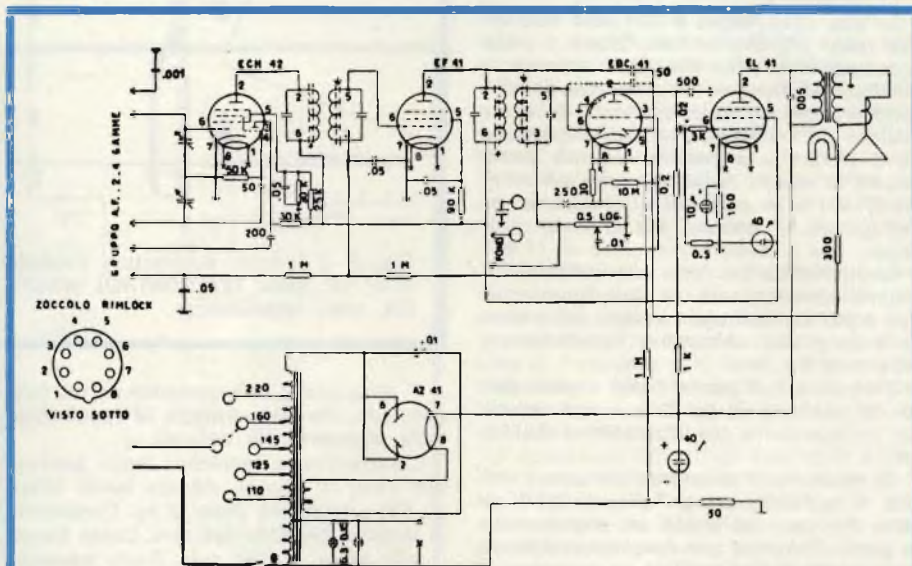

Fig. 1 - Schema storico di un ricevitore GBC. Si tratta del modello JUVENTUS, uno dei primi modelli forniti in scatola di montaggio.
Fig. 1 - A sinistra (A) il grafico illustra le relazioni che intercorrono tra la corrente di collettore e la tensione applicata tra base ed emettitore per un transistor del tipo BD 433, il grafico di destra (B) rappresenta invece le relazioni che intercorrono tra il parametro $V_{CE sat.}$ e la corrente di base I_B , espressa in milliampère.